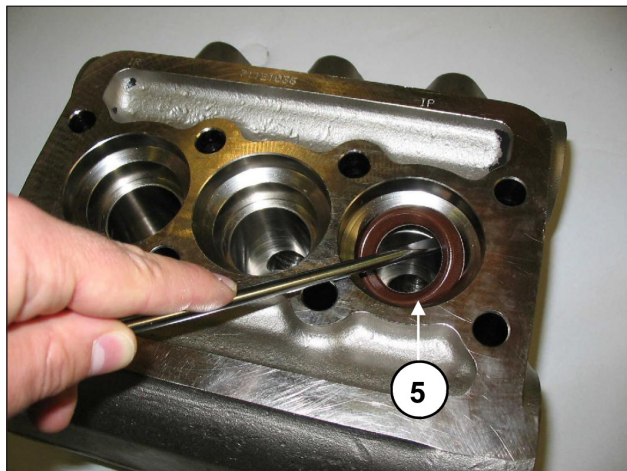

Рис. 21
C) Обычными инструментами выньте уплотнения высокого давления из торца и уплотнения низкого давления из соответствующей опоры, как показано на Рис. 21, поз. ⑤, стараясь не повредить соответствующие посадочные места.